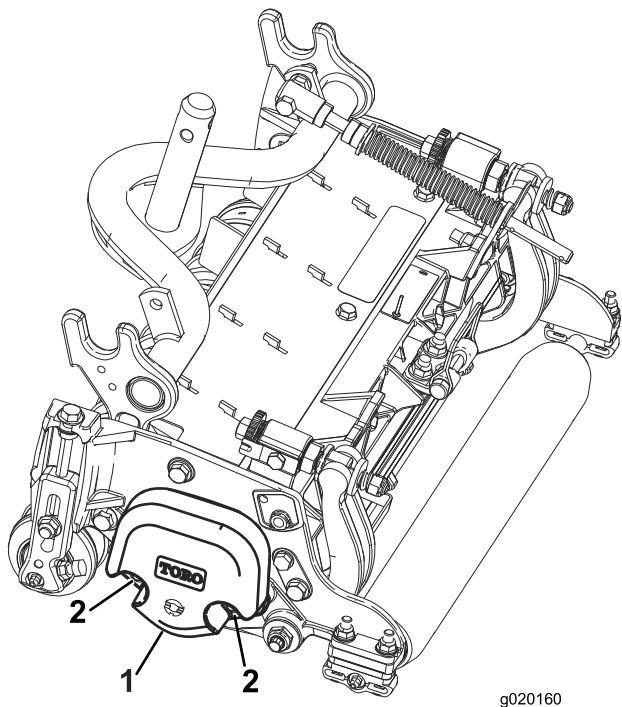

Figura 6
1. En las unidades de corte n° 2 y n° 4, retire las 2 contratueras que fijan el contrapeso al extremo izquierdo de la unidad de corte. Retire el contrapeso (Figura 6).